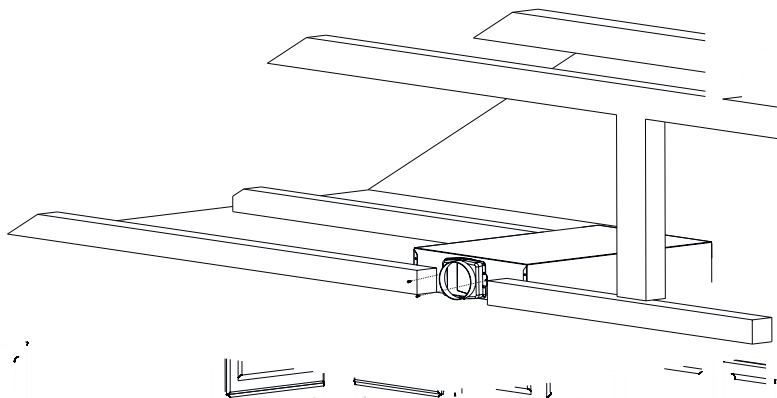

Fig. 21
3. ► Montera utsugsadaptern på den sida av fläkten du valt där utsugshålet sitter med 2 x 3,5x9,5 skruvar (Fig. 21).